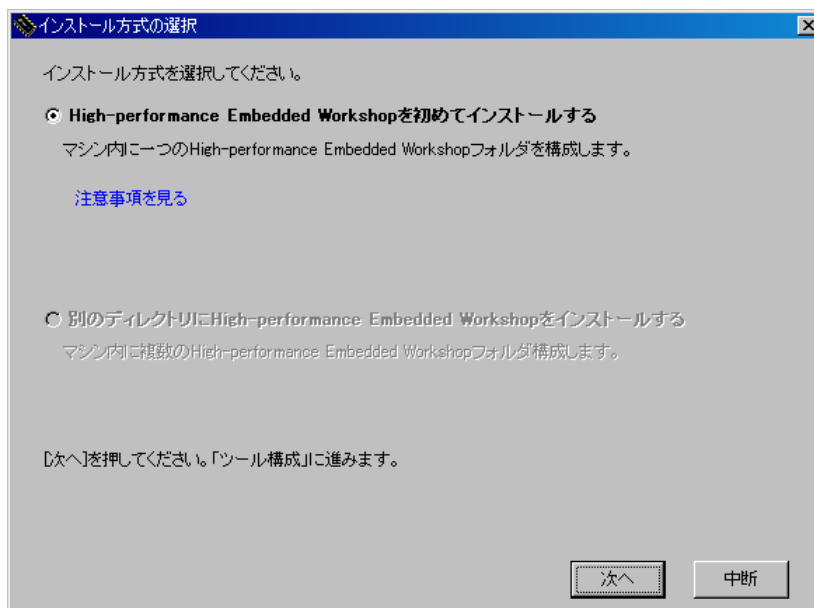

図3.1.2 High-performance Embedded Workshop インストール手順②
②図 3.1.2の画面が表示されますので”次へ”ボタンをクリックします。